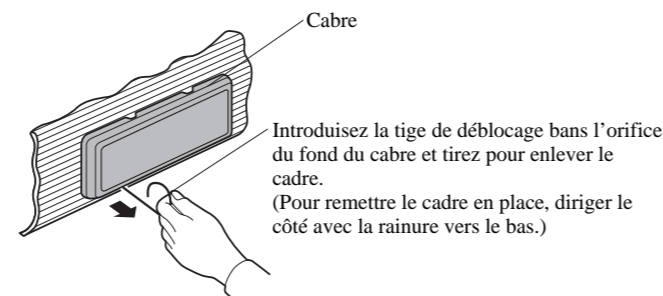
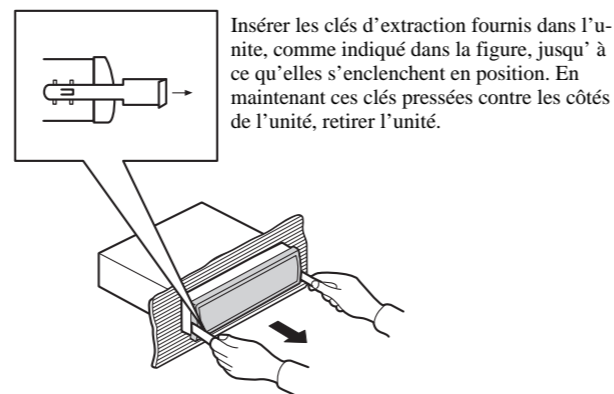

Fig. 9
Fig. 10
**Dépose de l'unité (Fig. 9) (Fig. 10)**